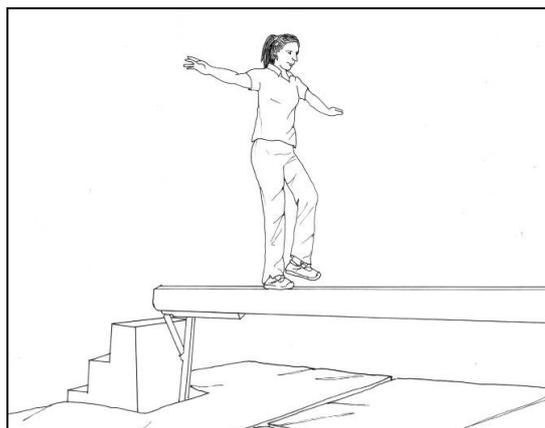

figura 4: Traslocazione sulla trave di equilibrio
C) Seduta sulla scala e sollevamento di un peso di 10 kg*figura 3: Seduta sulla scala**figura 4: Sollevamento del peso*
Mantenendo la posizione di "seduta" sul gradino blu e tenendosi saldamente con la mano al gradino rosso, il candidato si sporge lateralmente, flettendo il busto fino a raggiungere il peso di kg. 10, ne impugna la maniglia e lo solleva verticalmente per almeno cm 25; quindi ricolloca il peso nella posizione iniziale (**figura 4**).
Il candidato percorre, ad andatura controllata e mantenendosi in equilibrio, una trave lunga m 5, larga cm 10, posizionata ad un'altezza da terra di circa m 1,20 (**figura 4**).